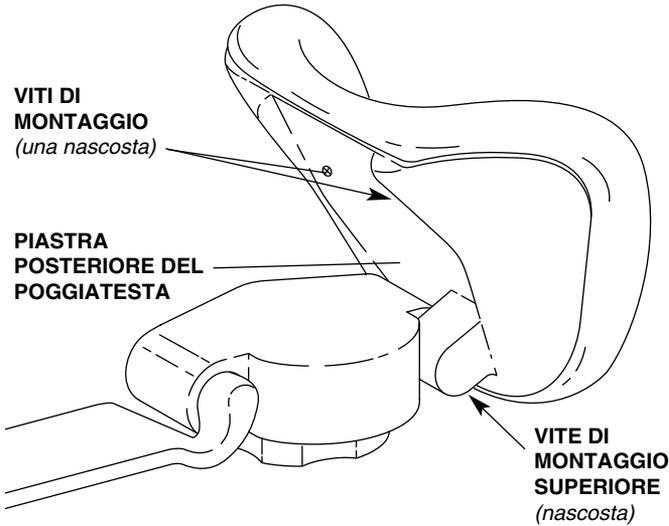

Figura 9. Sostituzione dell'imbottitura del poggiatesta
3. Ruotare il poggiatesta di 45° per accedere alle due viti di montaggio con taglio a croce presenti nella parte inferiore della piastra posteriore del poggiatesta (*vedere la Figura 9*). Rimuovere le due viti e l'imbottitura del poggiatesta.